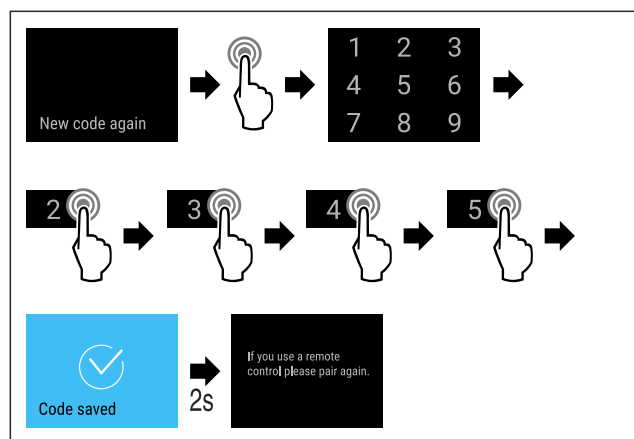

Fig. 83
- ▶ Handlungsschritte (siehe Fig. 83) durchführen.